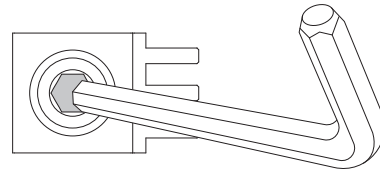

Fig. 3
4. Strip wire insulation by 1 to 1 1/4 inches, and insert into lug, ensuring all wire strands are captured by the lug (see fig. 3).
4. Dénuder le fil de 1 à 1 1/4 po (2,5 à 3,2 cm) et l'insérer dans la cosse, en s'assurant que tous les brins y soient (*fig. 3*).